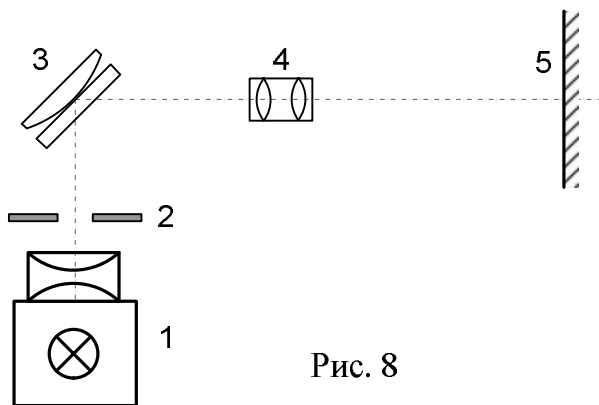
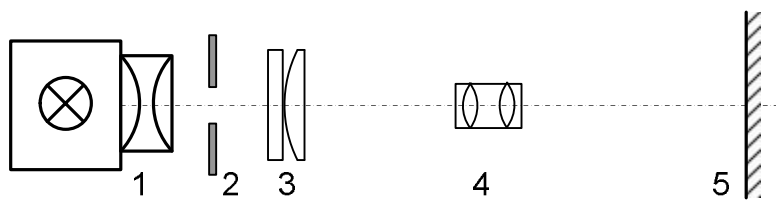

Рис. 8
Рис. 10
1. Розташування приладів для демонстрації кілець Ньютона з використанням проекційного апарату ФОС-67 зображено на рис. 8 і 10. На рис. 8 зображена схема для демонстрації кілець у відбитому світлі, на рис. 10 – у світлі, що проходить через прилад. На обох рисунках цифрами позначено: 1 – освітлювач проекційного апарату з конденсором, 2 – діафрагма 30 мм, 3 – прилад «кільця Ньютона», 4 – об'єктив, 5 – екран. Для спостереження інтерференційної картини у відбитому світлі об'єктив закріпіть в підставці-тринозі від універсального штативу.